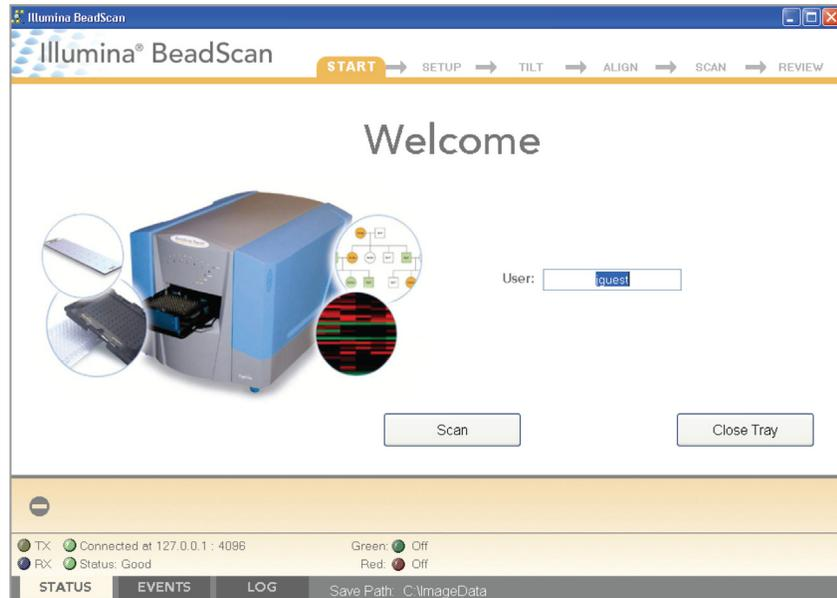

Рис. 211 Приветственное окно ПО BeadScan
4. (Только для пользователей Illumina LIMS) Войдите под своими учетными данными и нажмите **Scan** (Сканировать) (Рис. 211).